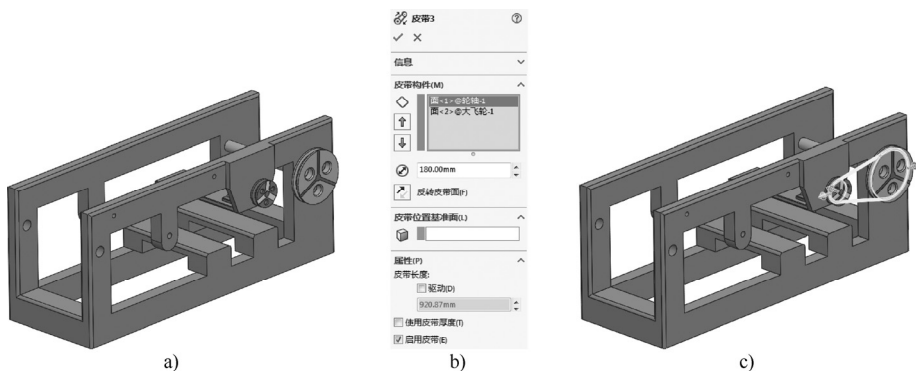

图 11-26 添加“皮带/链”特征
STEP 1 如图 11-26 所示，打开素材文件“带轮动画.SLDASM”（已为带轮轴定义了配合关系），选择“插入”>“装配体特征”>“皮带/链”菜单项，选择两个带轮的内侧面，添加一个“皮带/链”特征（实际上就是生成了一条线）。